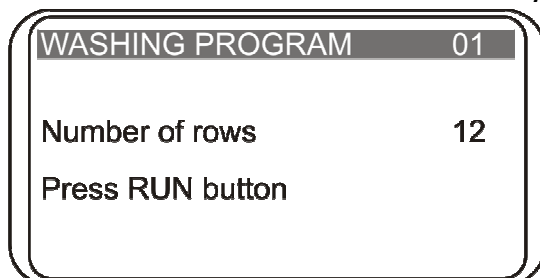

Abb. 6. Abwaschbare Reihennummer voreinstellen
- 4.12. Falls das Waschen von weniger als 12 Reihen auf einer Platte gewünscht ist, drücken Sie vor dem Start die Taste **Rows** (Reihen). Folgende Meldung erscheint auf dem Display (Abb. 6).